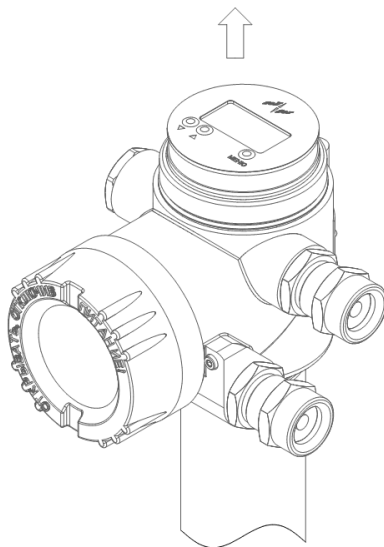

Рисунок 29 – Извлечение индикатора
– Заверните винт, обеспечивающий дополнительное крепление крышки 2 (см. рисунок 15), отверните крышку, извлеките модуль индикатора (см. рисунок 29).